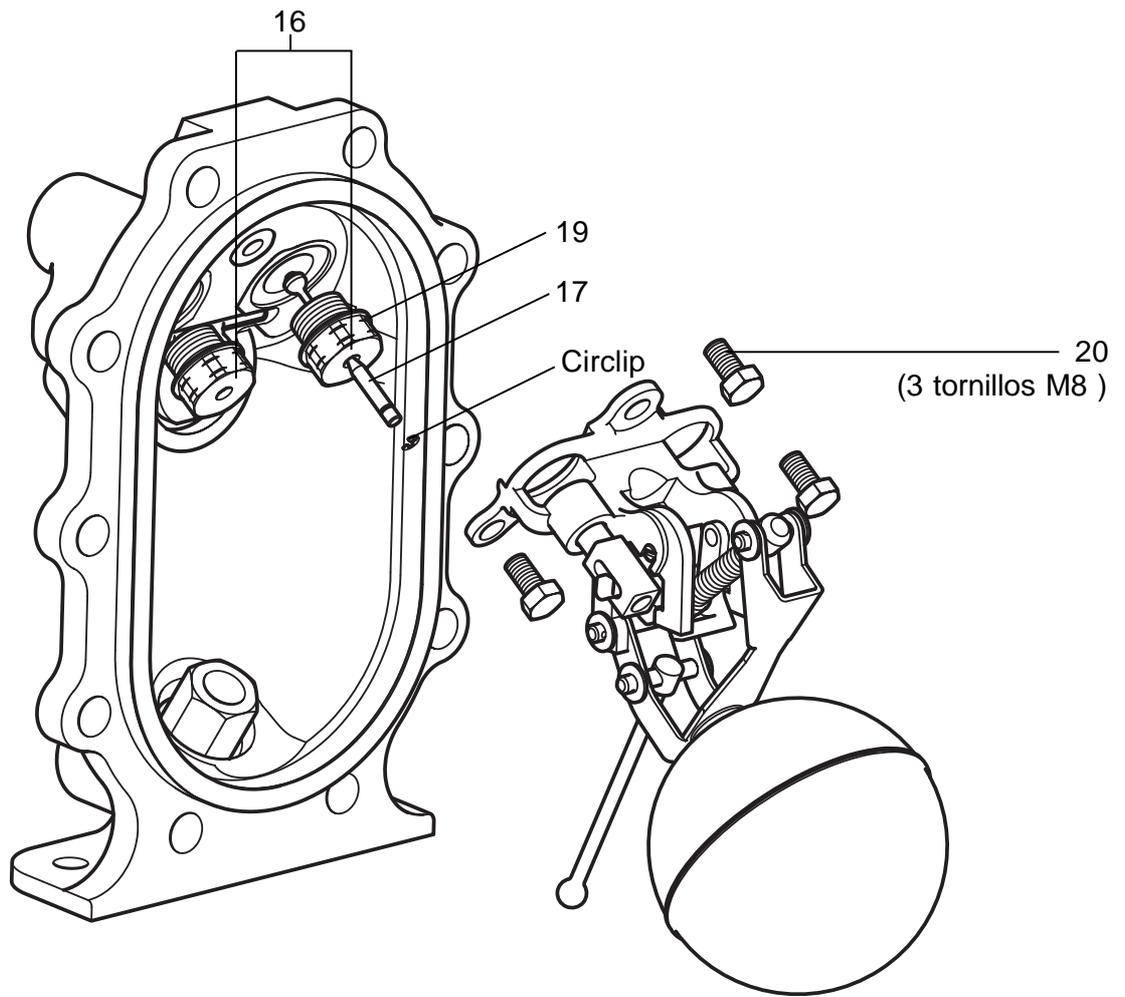

Fig. 23
9. Ambos asientos (ítems 16) son idénticos. Inserte la nueva válvula (ítem 17) según la Fig. 23, situando su esfera en el extremo roscado del nuevo asiento.